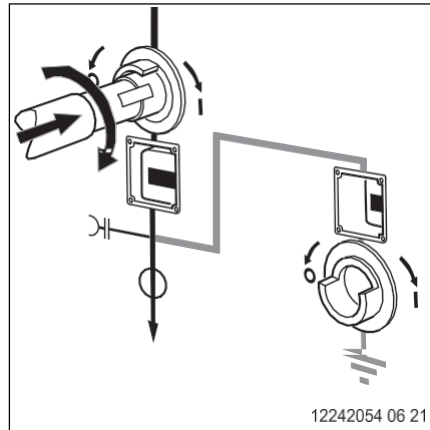

Fig. 49
**6** Porniți separatorul. Țineți maneta de comutare (axul gol) apăsată până la capătul de oprire împotriva presiunii arcului și rotiți-l în sensul acelor de ceasornic (Fig. 49).